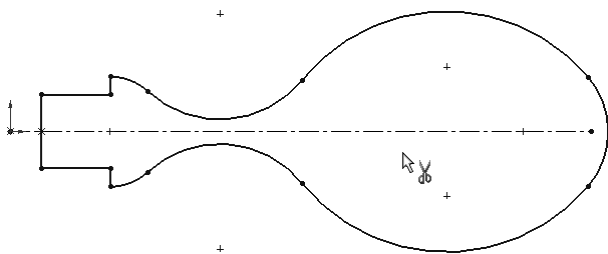

图 2-141 修剪部分曲线
STEP 10 单击“剪裁实体”按钮, 同样执行“修剪到最近端”命令将图形中不必要的部分删除, 效果如图 2-141 所示。